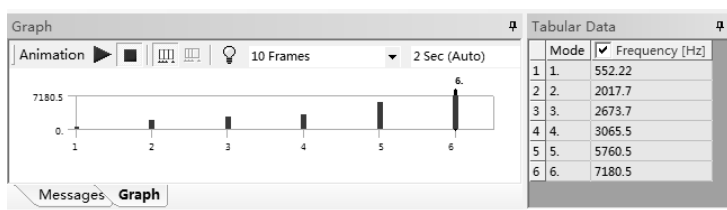

图 12-55 模型的固有频率
9) 在 Mechanical 界面的右下方可以观察到模型的固有频率, 如图 12-55 所示。